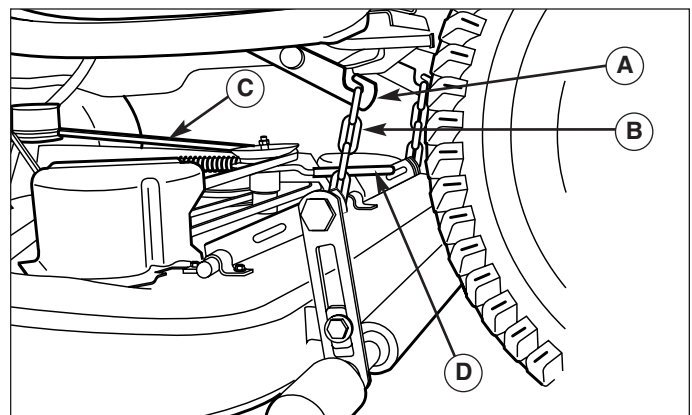

Figure 14. Relevage de tondeuse
3. Utiliser le bras de tension (D, figure 14) pour relâcher la tension sur la courroie de la PDF et enlever la courroie de la poulie de la PDF.
4. Appuyer sur les crochets de relevage (A, figure 14) et décrocher les chaînes de relevage (B).
4. Voir la figure 14. Connecter les chaînes de relevage de tondeuse (B) aux crochets de relevage de tracteur (A).
5. Voir la figure 14. En partant du côté gauche du tracteur, utiliser le bras de tension (D) pour relâcher la tension de la courroie. Installer la courroie (C) sur la poulie de la PDF.